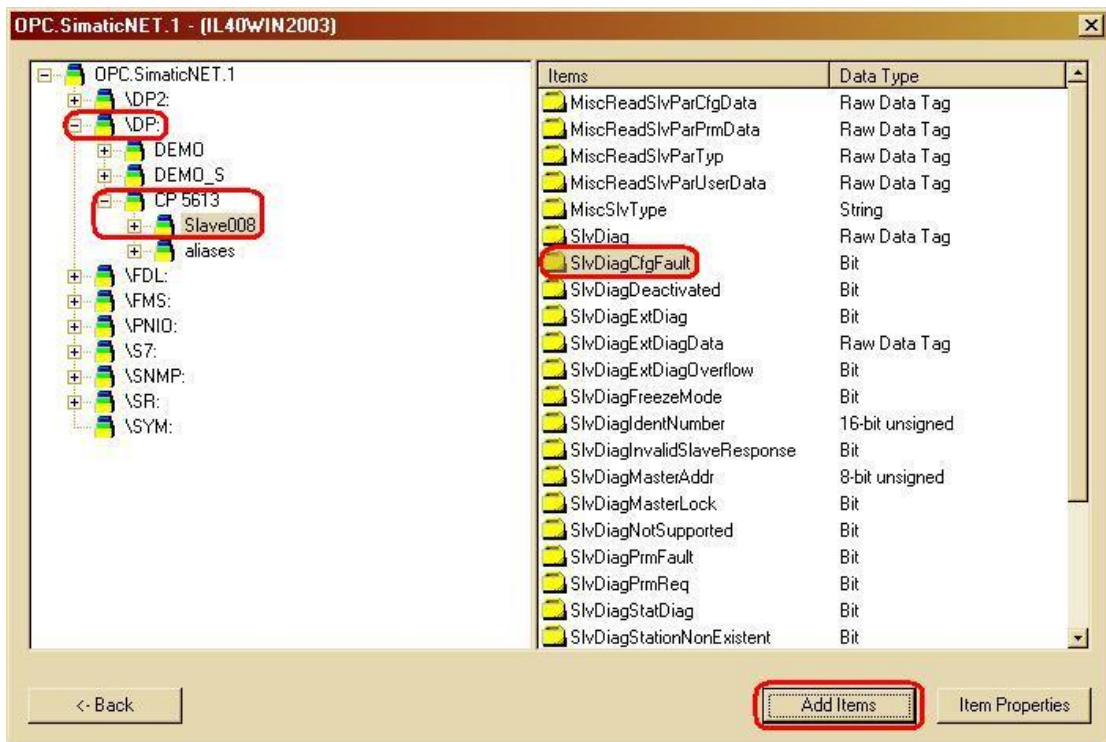

图 14
(F) 在 OPC.SimaticNET.1-ADP:-CP5613-Slave00x 下，添加变量，如图 14 所示。